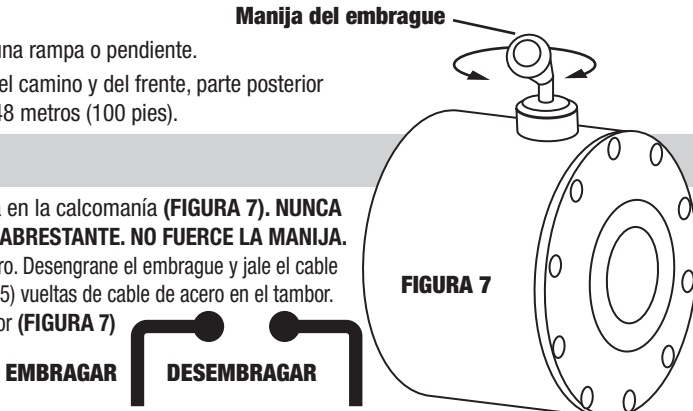
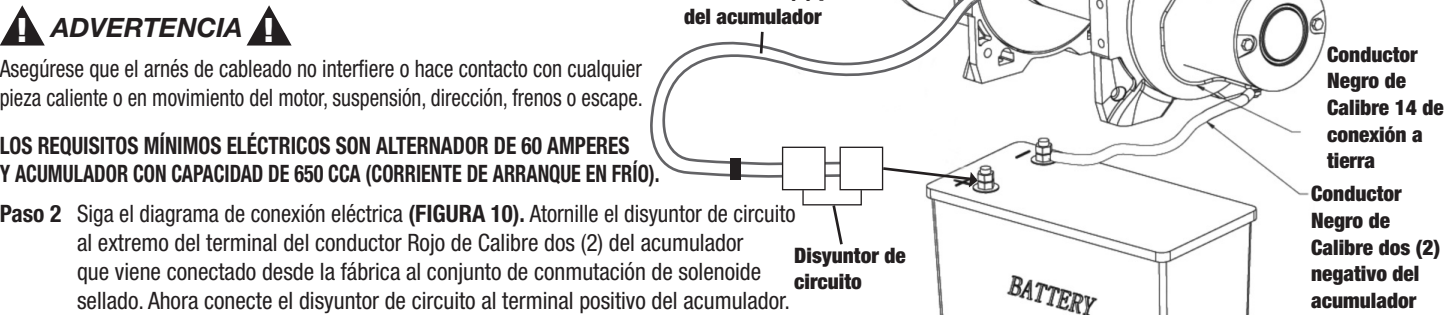

FIGURA 7
FIGURA 10
Gire la manija del embrague hacia la posición de desembrague tal como se muestra en la calcomanía (FIGURA 7). **NUNCA SUELTE EL EMBRAGUE DE CARRETE LIBRE CUANDO SE TIENE UNA CARGA EN EL CABRESTANTE. NO FUERCE LA MANIJA.** Suelte la tensión en el embrague accionando el cabrestante para soltar algo del cable de acero. Desengrane el embrague y jale el cable de acero y fíjelo a un punto de anclaje o a una carga. Verifique que hay cuando menos cinco (5) vueltas de cable de acero en el tambor. Coloque la manija del embrague otra vez en la posición de embrague para embragar el tambor (FIGURA 7)
- Paso 2** Siga el diagrama de conexión eléctrica (**FIGURA 10**). Atornille el disyuntor de circuito al extremo del terminal del conductor Rojo de Calibre dos (2) del acumulador que viene conectado desde la fábrica al conjunto de conmutación de solenoide sellado. Ahora conecte el disyuntor de circuito al terminal positivo del acumulador.
- Paso 3** Conecte el conductor Negro de Calibre dos (2) del acumulador al terminal positivo del motor (del Cabrestante) situado en la parte inferior del motor y también conecte el conductor Negro de Calibre 14 de conexión a tierra al mismo terminal negativo del motor.
- Paso 4** Conecte el otro extremo de terminal del conductor Negro de Calibre dos (2) del acumulador al terminal negativo del acumulador.
- Paso 6** Gire la manija del embrague de carrete libre a la posición de Desembragar (**vea la FIGURA 7**). Jale 1.50 metros (5 pies) de cable de acero del tambor. Vuelva a colocar la manija del embrague de carrete libre otra vez en la posición de Embragar. Presione momentáneamente el conmutador de mano para accionar el cable de acero del Cabrestante y verificar la dirección de rotación del tambor. El conmutador está marcado con la etiqueta de “IN” para que entre el cable de acero en el tambor, y con la etiqueta de “OUT” para que salga el cable de acero del tambor. Al soltar el conmutador, éste automáticamente pasará a la posición de apagado. **SI ESTO NO OCURRE ENTONCES SAQUE EL ENCHUFE DEL RECEPTÁCULO.** Si el tambor gira en la dirección equivocada, entonces pase a la sección de localización de averías en este manual o solicite ayuda al llamar al teléfono 800-533-7372.